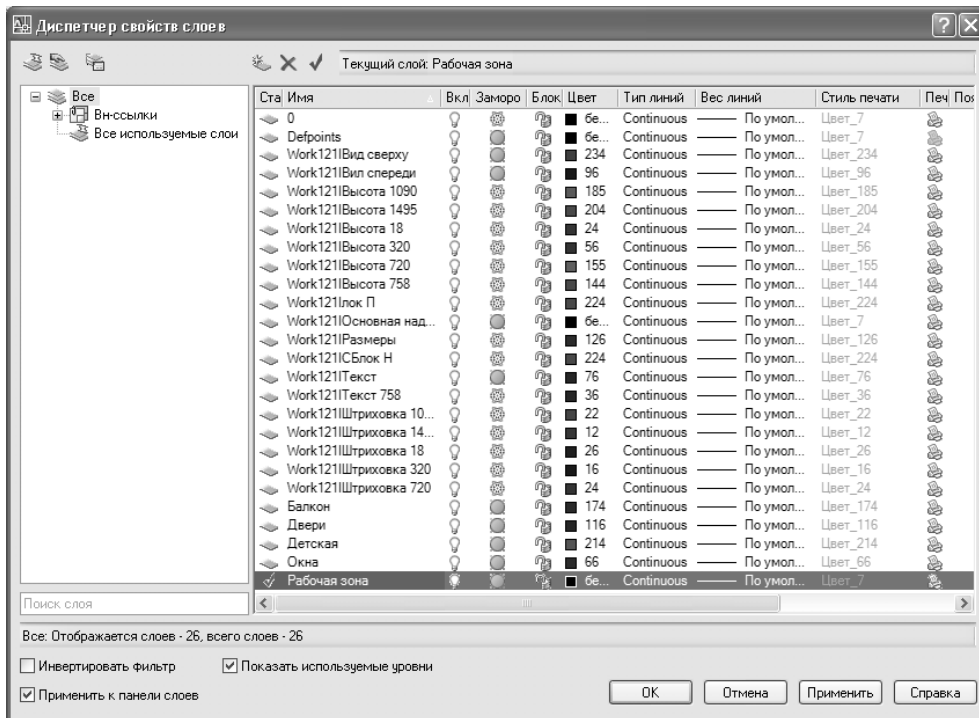

Рис. 12.4 ▼ Слои главного чертежа после вставки внешней ссылки
ChRoom121.dwg, но и слои, которые находились в момент вставки в чертеже Work121.dwg. Для того чтобы не возникало конфликтов имен, имена слоев внешней ссылки предваряются именем соответствующего файла чертежа, отделенного от имени слоя вертикальной чертой (рис. 12.4).
**Совет.** Как видно из рис. 12.4, размеры диалогового окна **Диспетчер свойств слоев** (Layer Properties Manager), равно как и ширину его столбцов, можно менять, чтобы увидеть как полные названия слоев, так и как можно большую часть перечня слоев.